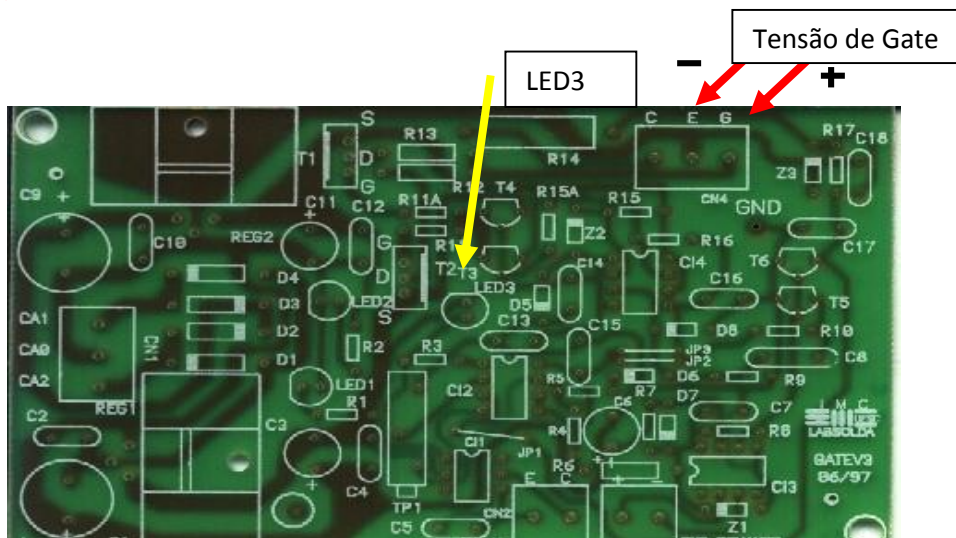
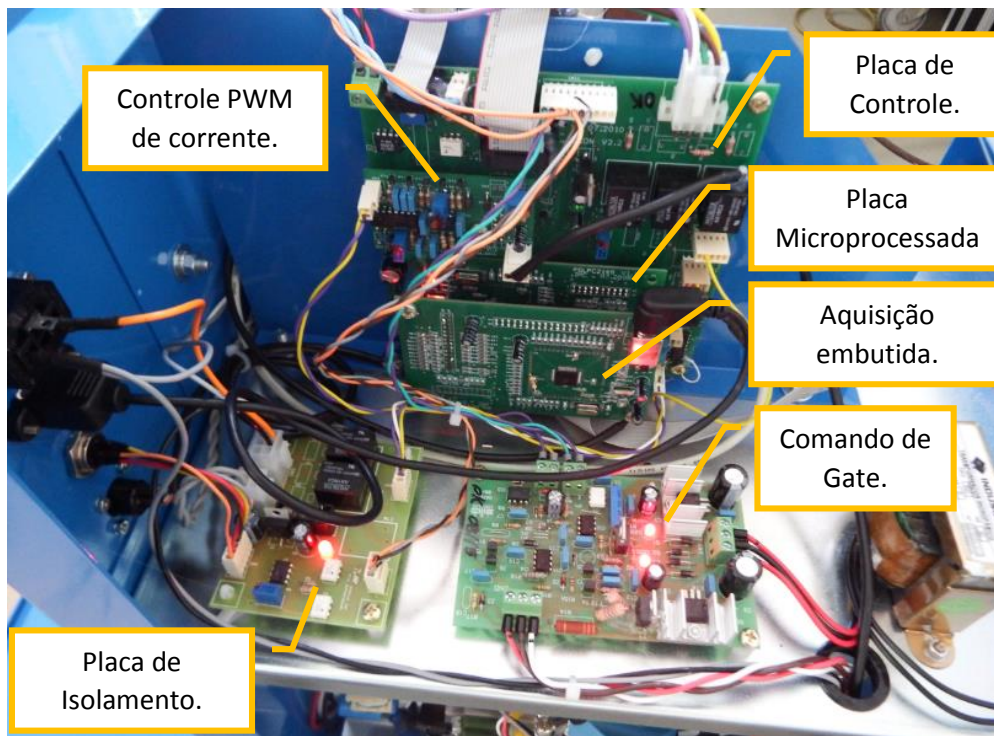

Figura 4 – Placa comando de Gate.
Figura 5 – Compartimento superior esquerdo.
b) – Localizar a placa de comando de GATE mostrada na figura 4, (ver figura 5). Ligar a fonte de soldagem e verificar se entres os pinos E e G do CN4 tem tensão entre -14.5 V e -15.5 V, que deve ser a tensão quando a solda está desabilitada. Caso tenha esta tensão, selecionar a opção Eletrodo Revestido, ajustar um valor para I_{cc} , I_{ab} e $I_s = 80$ A, desconectar o cabo de soldagem (obra ou porta eletrodo) e habilitar a soldagem, neste momento essa tensão deve ficar entre +14.5 V e +15.5 V (a tensão no DISPLAY DE TENSÃO no painel deve marcar um valor > 45 V), se a tensão entre E e G continuar entre -14.5 V e -15.5 V pode ter ocorrido um problema com a placa de comando ou no sinal de acionamento do comando, então ver item 9c. Entretanto se as tensões estiverem num valor entre (-12 V a + 12 V) ver item 9d.
Placa isolamento de sinais - Interface UPR ((figura 5).